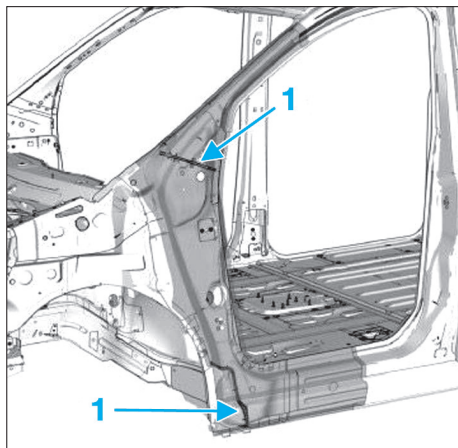

FIG. 46
- Poser les inserts gonflants (1) (Fig.46).